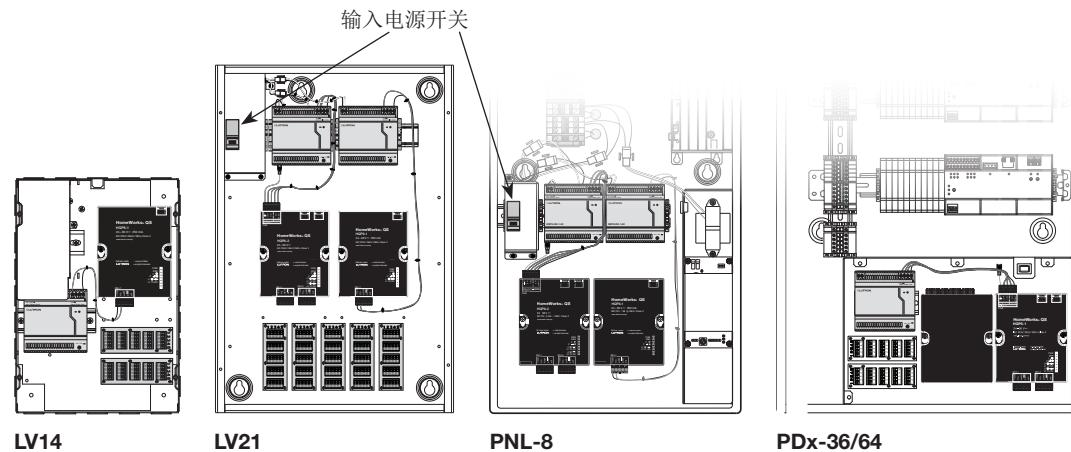

图 2—电力布线
2. 连接电源: 处理器使用 QSPS-DH-1-75 电源供电。如图2所示, 将处理器连接到电源。参考配置软件确定连接电力要求。如果使用附带 QSPS-DH-1-75-H 的线束, 则切断未使用的线路。